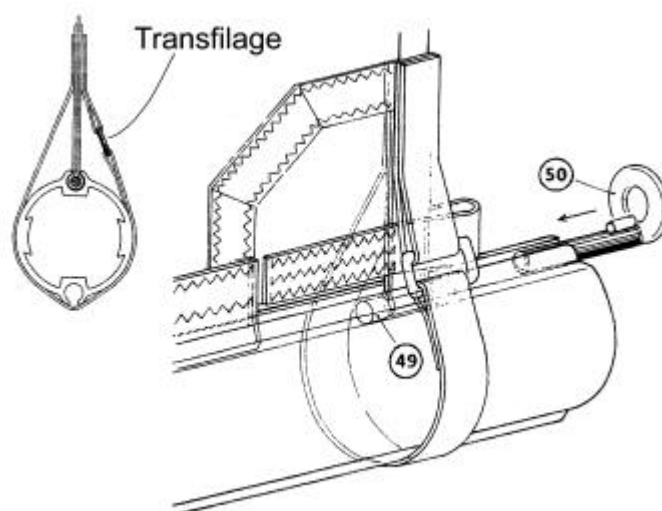

Fig.16
IV 6 - Passer le coulisseau de point d'écoute (49) dans la sangle de point d'écoute (voir Fig.16), et insérer simultanément cette sangle et le coulisseau de point d'écoute (39) dans la gorge de bordure.